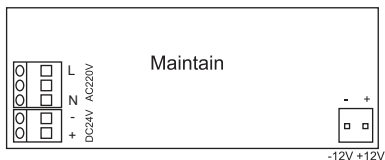

Рисунок 4
(рисунок 4), расположенной на плате управления, согласно маркировке: (L) фазный проводник, (N) нейтральный проводник сети, проводник +12VDC (УДТУ), проводник –12VDC (УДТУ).